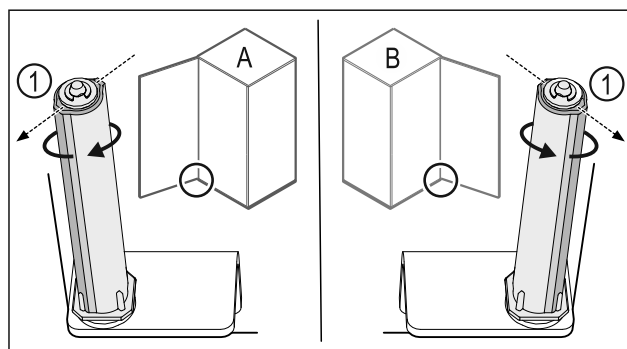

Fig. 45 Отваряне наляво (A) / отваряне надясно (B)
- ▶ Въртете затварящата система срещу съпротивлението, докато ребро на затварящата система Fig. 45 (1) сочи навън.